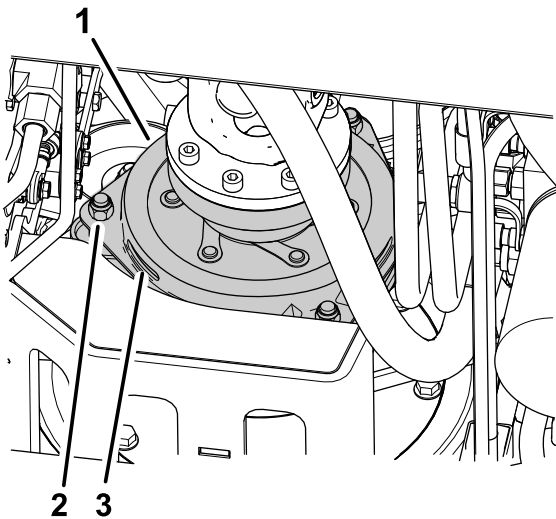

Figura 81
3. Ajuste la holgura hasta que pueda deslizarse una galga de 0,3 mm entre la guarnición del embrague y la placa de fricción con una ligera presión (Figura 81).
Nota: La holgura puede reducirse girando las tuercas de ajuste en sentido horario (Figura 81). La holgura máxima es de 0,6 mm. Ajuste las 3 holguras a 0,4 mm.